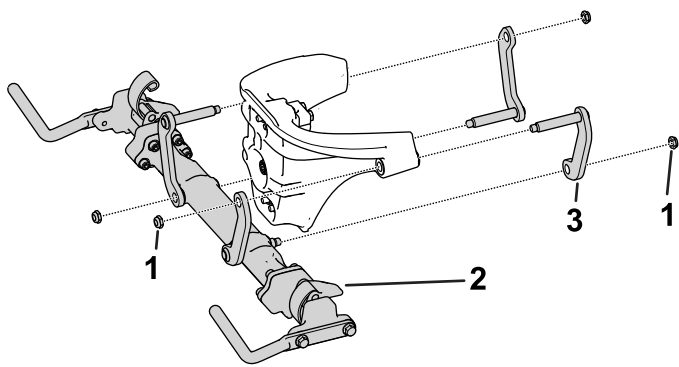

图 2
2. 松开并取下将连杆组件臂固定至转向头上的螺母取下十字管组件 图 2。
- 7. 将十字管组件安装到转向头上图 2。